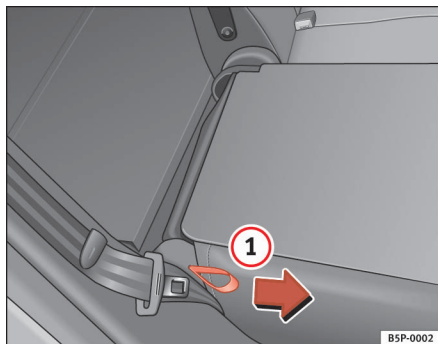

Fig. 99 Sådan klappes bagsæderyglænet frem eller tilbage.
- Træk i stroppen på siden af sædet ⇒ fig. 99 ①.